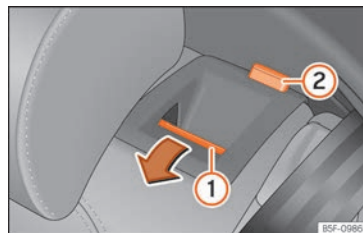

Fig. 123 Banco traseiro: rebater o encosto.
- Pressione o botão de desbloqueio »» Fig. 123 ① para a frente e, ao mesmo tempo, rebata o encosto. O encosto traseiro está desbloqueado quando se vê uma marca vermelha no botão ②.